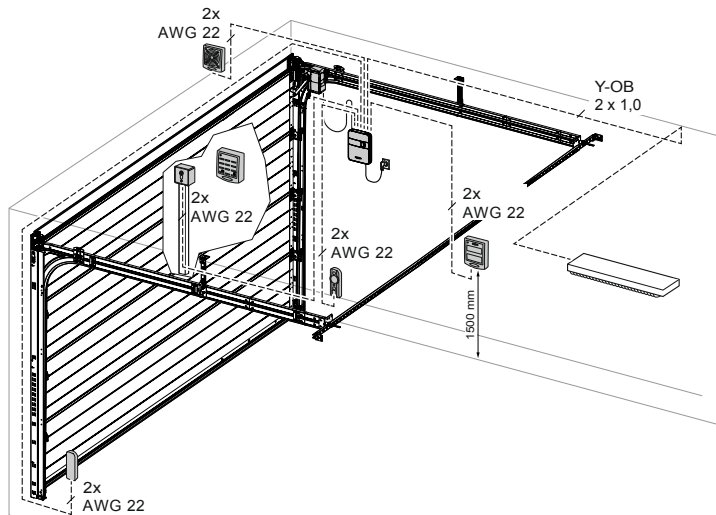

Fig. 5: Exempelinstallation tillbehör
Placera portkonsolen (5) på de avsedda hålen i den övre portbladssektionen och skruva fast den med tre skruvar (15) (bild 5).